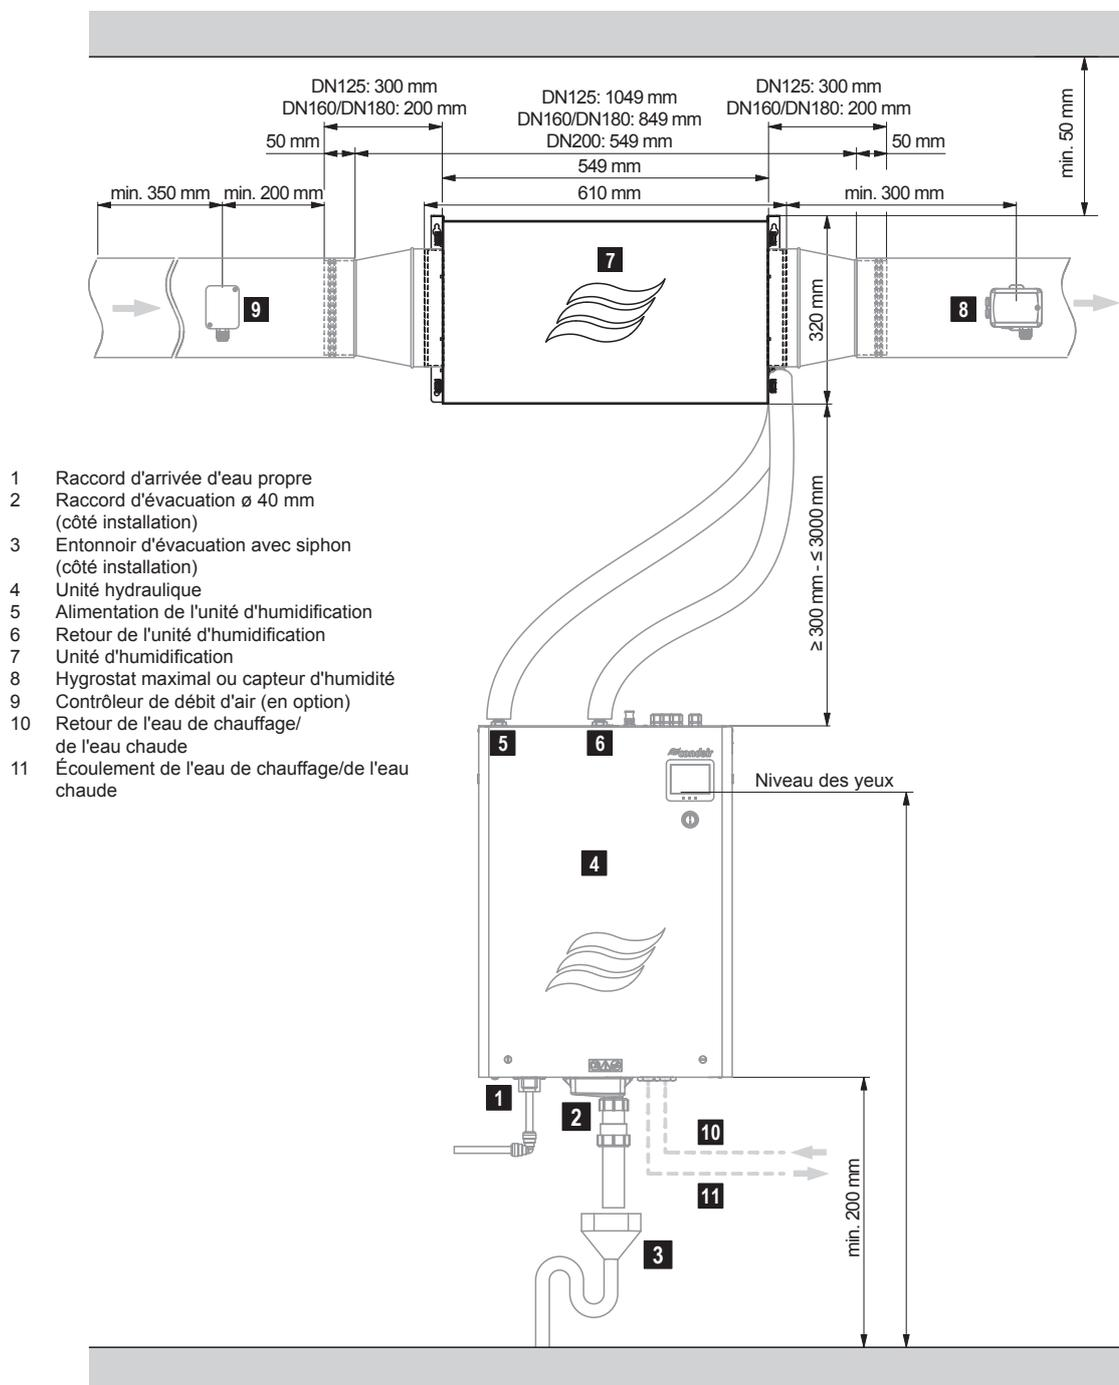

Fig. 4: Aperçu du système dans son ensemble
- Lors de la planification et du montage du kit de prémontage, l'installation globale du Condair MD doit être prise en considération (voir Fig. 4). Le système est complet avec le kit de prémontage complété par une unité hydraulique à écran tactile. L'unité hydraulique doit impérativement être montée au moins 300 mm sous le kit de prémontage. Pour garantir une bonne lisibilité à l'écran, il faut veiller à ce que l'écran de l'unité hydraulique soit à la hauteur des yeux (30 cm max. au-dessous de la hauteur des yeux).